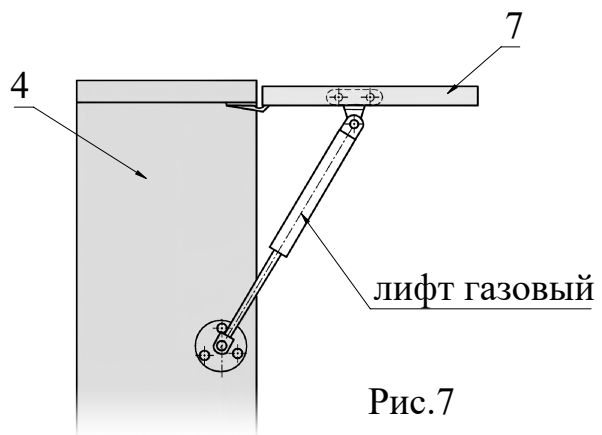

Рис.7
8. При помощи шурупов 3,5x16 установите лифт газовый (Рис. 7).